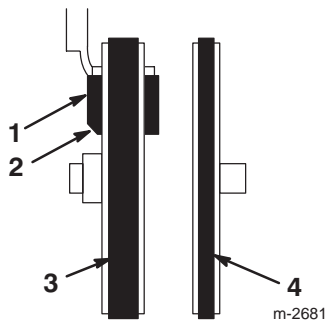

Figure 34
17. Vérifiez que le patin de frein est monté correctement sur le bras de frein. Positionnez le pan coupé du patin de la manière indiquée dans la Figure 34.
13. Vérifiez que le patin de frein est monté correctement sur le bras de frein. Positionnez le pan coupé du patin de la manière indiquée dans la Figure 34.